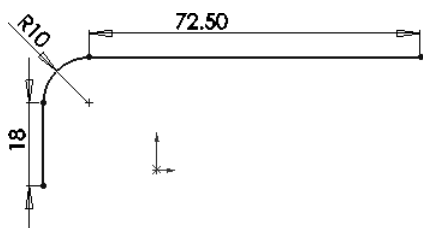

图 3-29 绘制扫描路径草图
STEP 1 在前视基准面中绘制出如图 3-29 所示的草绘图形,标注相应的尺寸并添加约束,作为扫描的“路径”曲线。